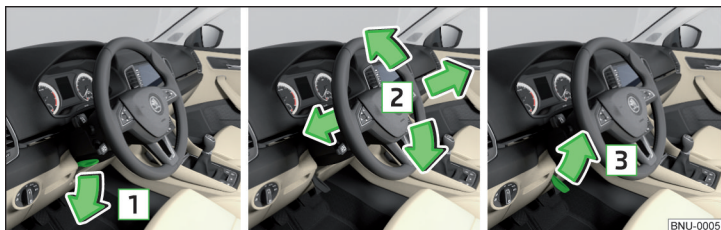

Fig. 16 Réglage de la position du volant
- Faites pivoter le levier de sécurité sous le volant dans le sens de la flèche **1** » fig. 16.